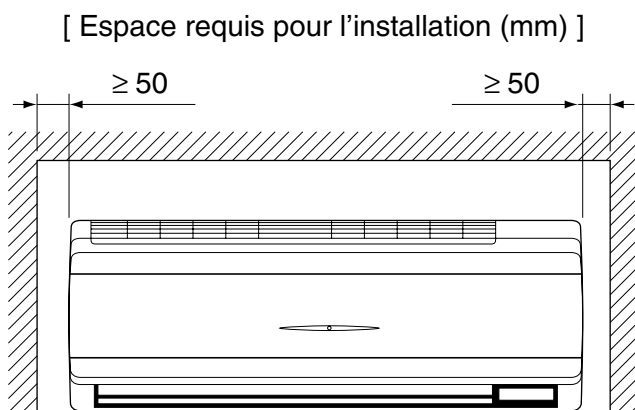
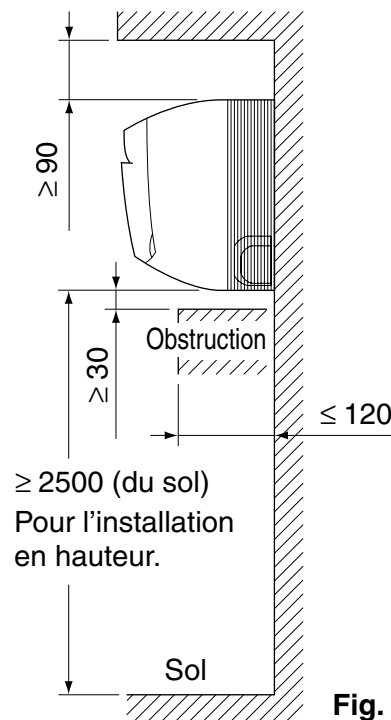

Fig. 1
Fig. 2
(1) Choisissez un lieu d'installation remplissant les conditions suivantes et approuvé par votre client.
- Où un espace suffisant pour l'entretien et les réparations est assuré. **(Reportez-vous à la Fig.1 et Fig. 2)**